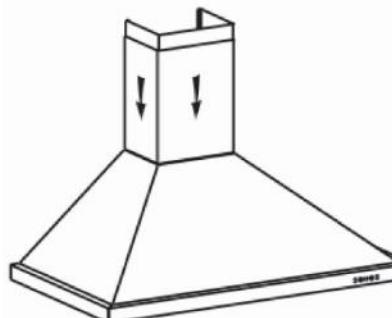

рис. 5
- Установите оба короба воздуховода на купол (рис. 5).